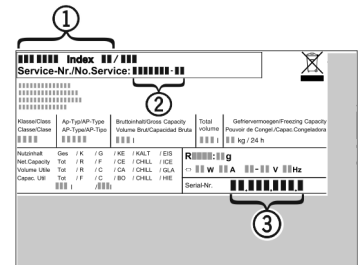

Fig. 3
- ▶ Назва пристрою Fig. 3 (1), сервісний номер Fig. 3 (2) та серійний номер Fig. 3 (3) вказані на таблиці типів. Табличка типів знаходиться всередині пристрою, зліва.
- ▶ Повідомте сервісну службу про характер неполадки, назву пристрою Fig. 3 (1), сервісний номер Fig. 3 (2) та серійний номер Fig. 3 (3).